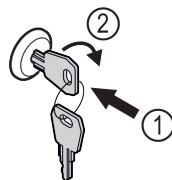

Fig. 95
- ▶ Inserire la chiave Fig. 95 (1).
- ▶ Ruotare la chiave di 90° in senso orario Fig. 95 (2).